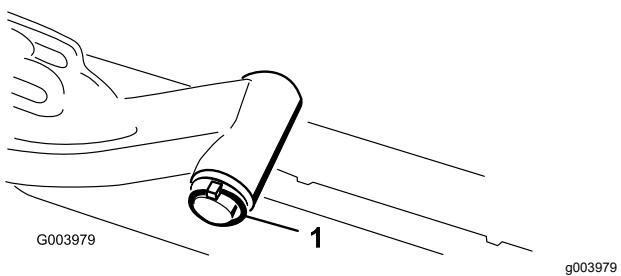

Figura 18
- C. Insira o veio do braço de elevação no braço de elevação e prenda-o com a anilha e o pino de sujeição (Figura 18).